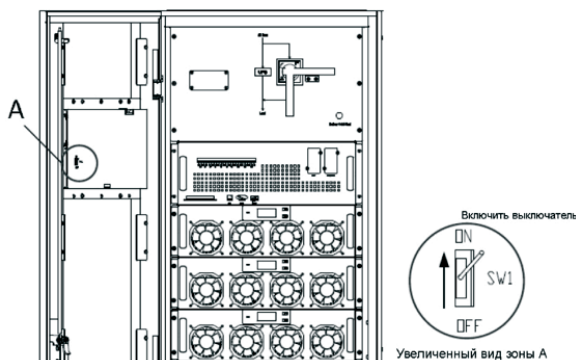

Рис. 4-3. Включение тумблера
2. Нажмите и удерживайте клавишу «BYP» на дисплее оператора дольше двух секунд. ИБП должен переключиться в режим байпаса. Для этого требуется включить тумблер, расположенный с обратной стороны передней дверцы. Тумблер показан на рис. 4-3 ниже.